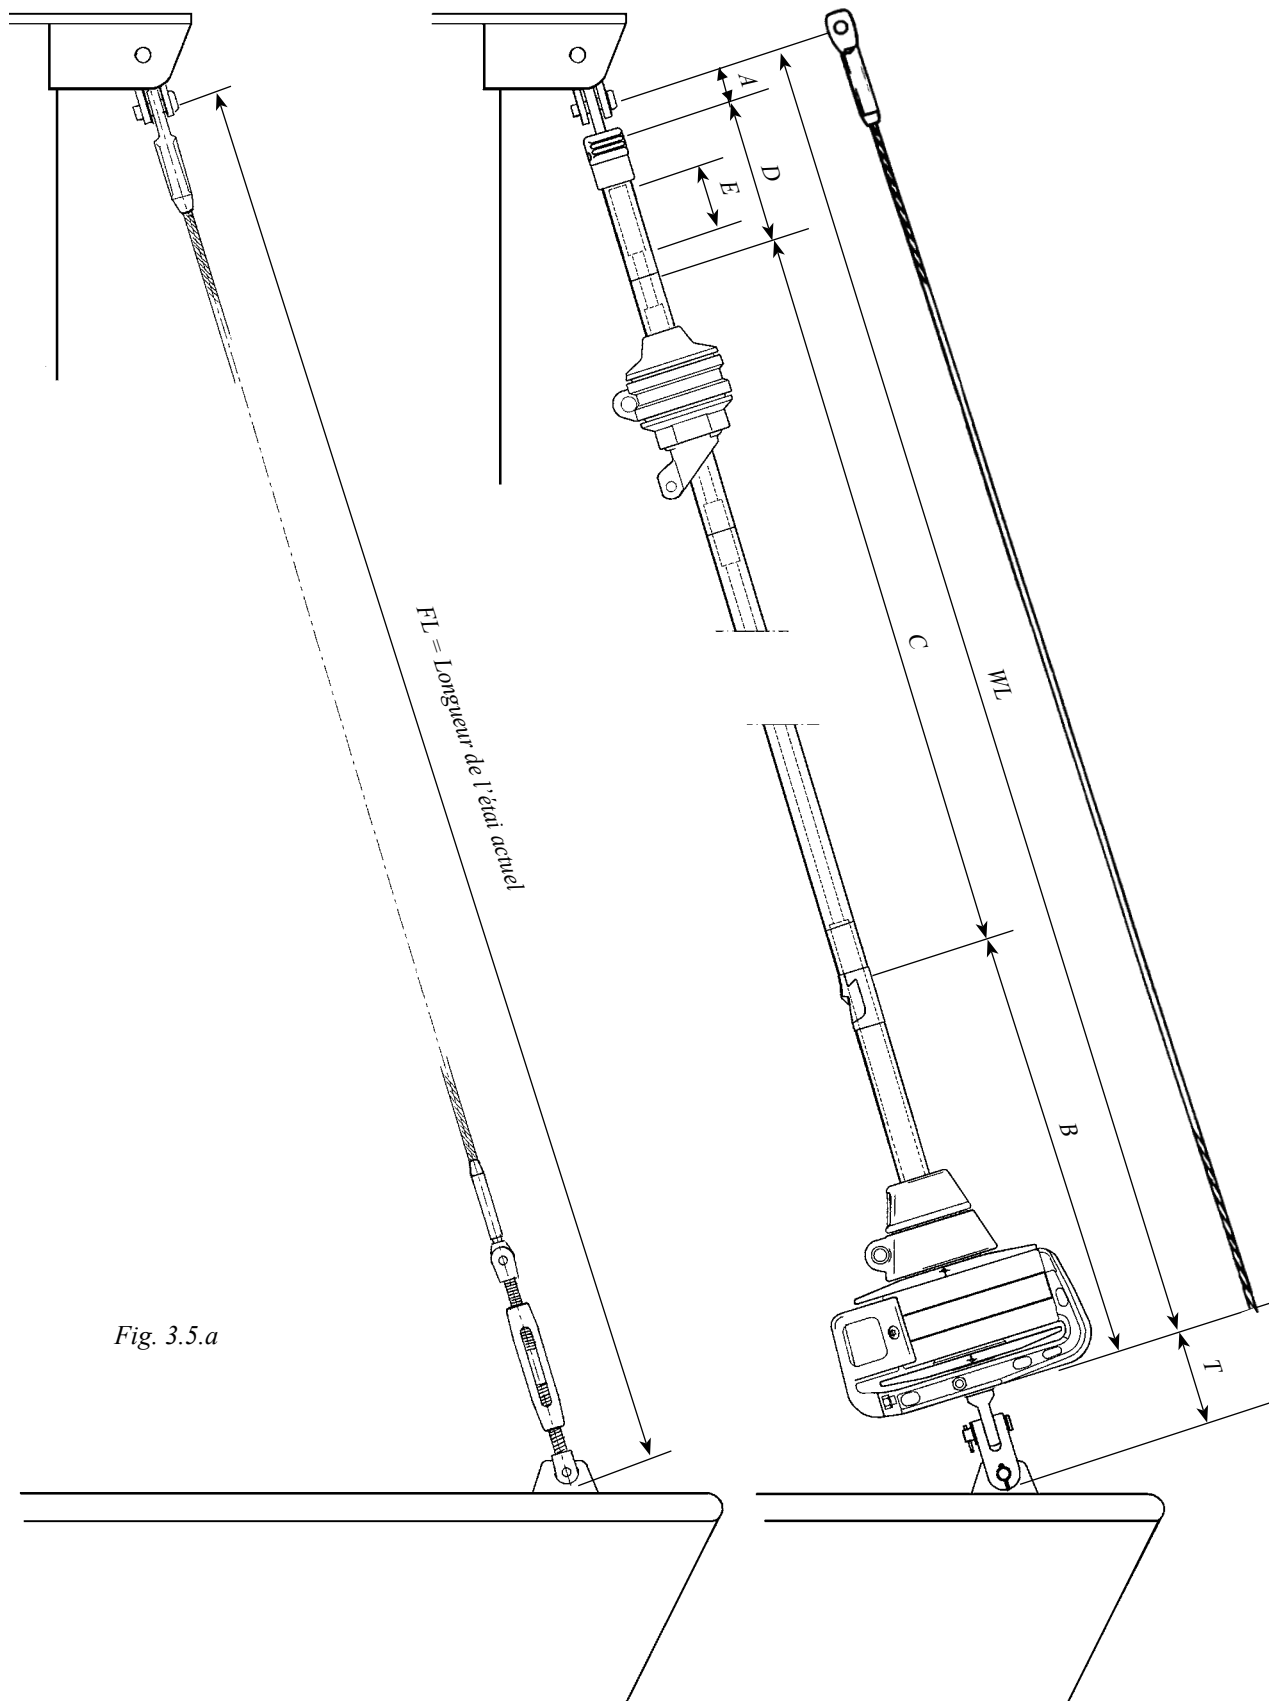

Fig. 3.5.a
16. Vérifiez la longueur de l'étai FL conformément au "Tableau 1" (3.5.1) & fig. 3.5.a. Si le ridoir Furlex est utilisé, vérifiez que le réglage est identique à la cote H choisie dans le tableau de calcul.